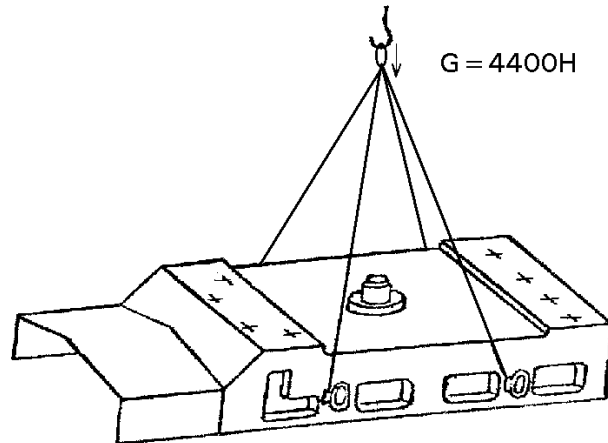

Рисунок 13 - схема транспортирования салазок
8.2.6 Открепить салазки от винта поперечного перемещения и снять их. Для снятия пользоваться схемой строповки - рисунок 13.